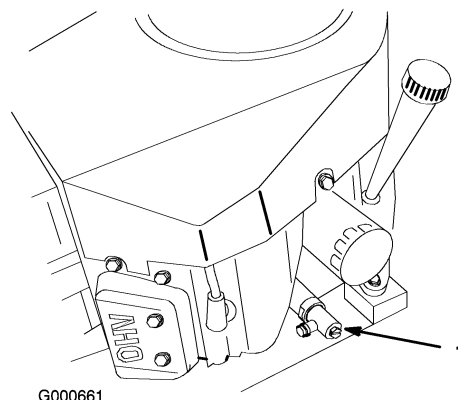

Bild 32
3. Stellen Sie eine Auffangwanne unter die Ölablassschraube. Öffnen Sie das Ventil entweder mit einem Flachsraubenschlüssel oder einem 10 mm Schlüssel (Bild 32).
4. Drehen Sie das Ventilende nach links, um das Ventil zu öffnen (Bild 32).
5. Drehen Sie nach dem kompletten Abfließen des Öls das Ablassventil nach rechts, um es zu schließen (Bild 32).